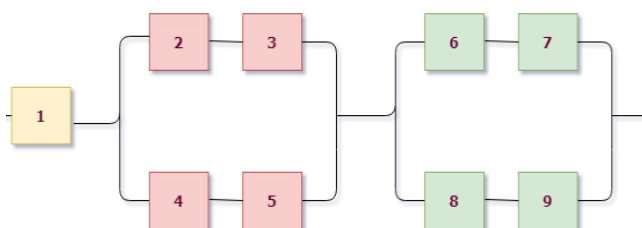
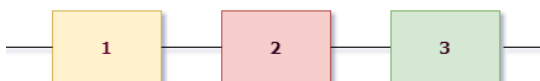

Рис. 3.3. Комбинированная схема
Рис. 3.4. Групповая последовательность
Например, на рис. 3.3 видно три группы элементов, соединенных последовательно: (1), (2, 3; 4, 5) и (6, 7; 8, 9) элементы. Выделим для наглядности цветом эти группы (рис. 3.4) и видим, что тип схемы на первом уровне – последовательный, следовательно, имеем: